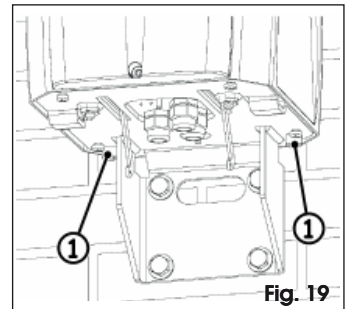

Fig. 19
7. Zet het motordeel vast met de twee achterste schroeven, Fig. 19 ref. ①.